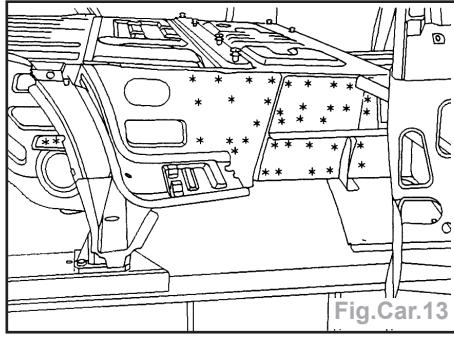

Fig.Car.13
- Dégrafer les lignes de points et les points à l'aide d'une fraise de Ø 8 mm (3 points) (Fig.Car.13).